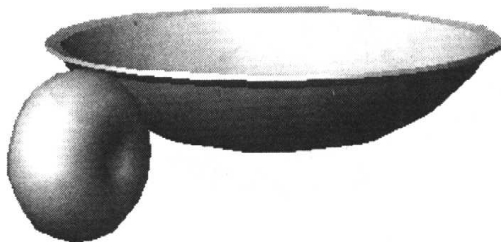

图 3-6
①指定圆环体中心 $\langle 0,0,0 \rangle$: 在绘图区域内任取一点。②指定圆环体半径或[直径(D)]: 4 $\leftarrow$ 。③指定圆管半径或[直径(D)]: 5 $\leftarrow$ 。得到如图 3-6 所示的圆环。